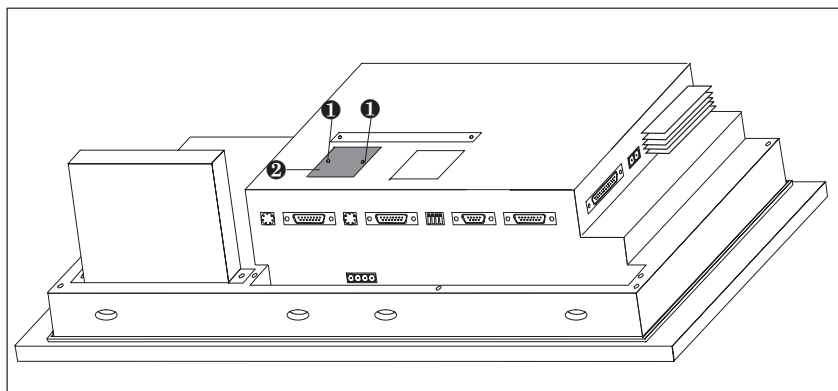

Figure 18-8 Retirer le couvercle (exemple de l’OP37)
2. Dévissez deux rivets ❶ et retirez de la face arrière du pupitre de contrôle–commande le couvercle représenté dans la figure 18-8 et repéré par ❷.